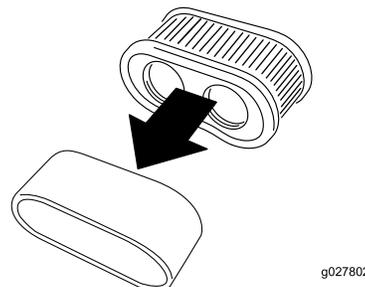

Рисунок 36
5. Отделите друг от друга элементы из пеноматериала и бумаги (Рисунок 36).